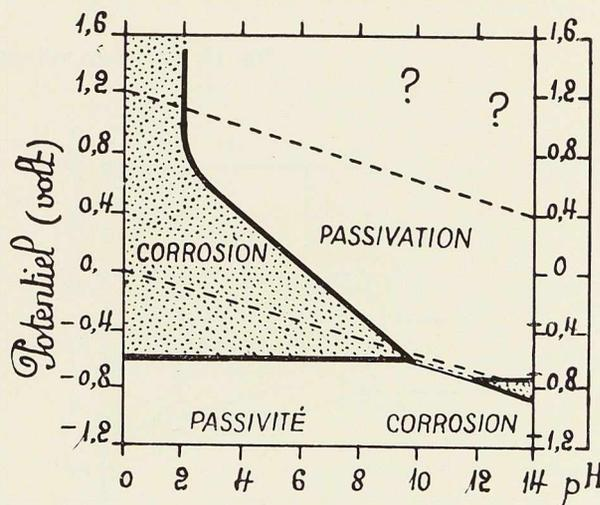

Fig. 15. Domaines de corrosion, d'immunité et de passivation du fer.
Si, pour fixer les idées, on admet qu'une solution initialement exempte de fer est corrodante ou n'est pas corrodante selon que la solubilité du fer et de ses oxydes dans cette solution est supérieure ou inférieure à une valeur très faible, fixée arbitrairement à  $10^{-6}$  iongramme par litre (soit 0,056 mg de fer par litre), on est conduit à admettre que la figure 14 permet de définir, à la figure 15, deux domaines où la corrosion du fer est possible (domaines de *corrosion*), un domaine où le métal est thermodynamiquement stable et où la corrosion est donc impossible (domaine d'*immunité*), et un domaine où le métal peut se recouvrir d'un film d'oxyde (domaine de *passivation*) (2).
La figure 15 montre que, pour protéger le fer contre la corrosion, on pourra employer trois groupes de méthodes :
Signalons que des images telles que la figure 15 ne doivent être utilisées que prudemment, compte bien tenu de leur signification exacte et des hypothèses qui ont conduit à leur établissement. Les *domaines* qui y sont représentés, valables pour les substances solides et dissoutes qui ont été considérées, ne sont plus valables tels quels si le milieu aqueux renferme des substances susceptibles de former des complexes solubles avec les dérivés du fer (cyanures par exemple, en quel cas les domaines de corrosion sont agrandis), ou des substances susceptibles de former d'autres corps solides (chromates par exemple, en quel cas